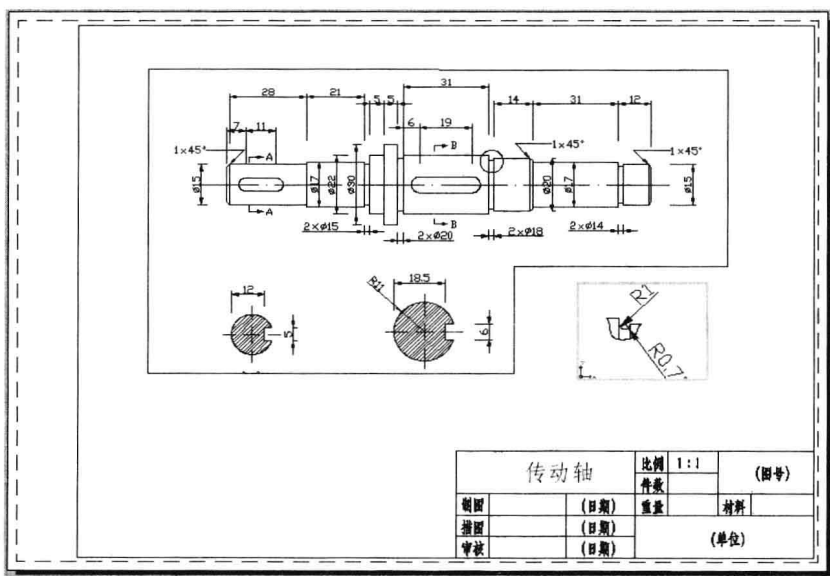

图 10-2-7
(12) 在状态栏中单击“平移”按钮，将局部放大图形显示在矩形视口内，如图 10-2-7 所示。此时我们在布局选项卡上看到两个视口，并且由于它们的视图显示比例不同，两个视口内部显示的标注尺寸文字、箭头大小也不同。